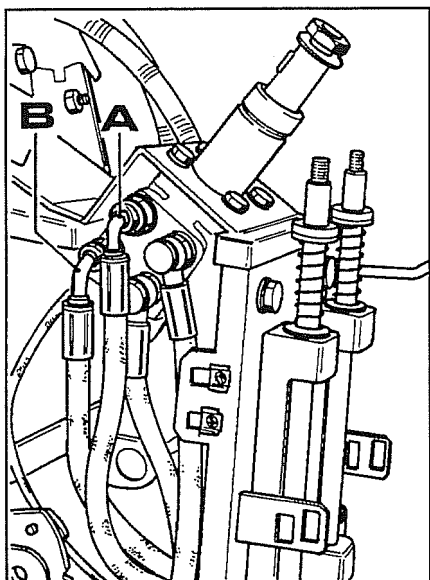

Fig. 14
14. Desligar o tubo de descarga **A** fig. 14 da direcção hidráulica à caixa de velocidades, e depois desligar o tubo de ida **B** da válvula prioritária à direcção hidráulica.